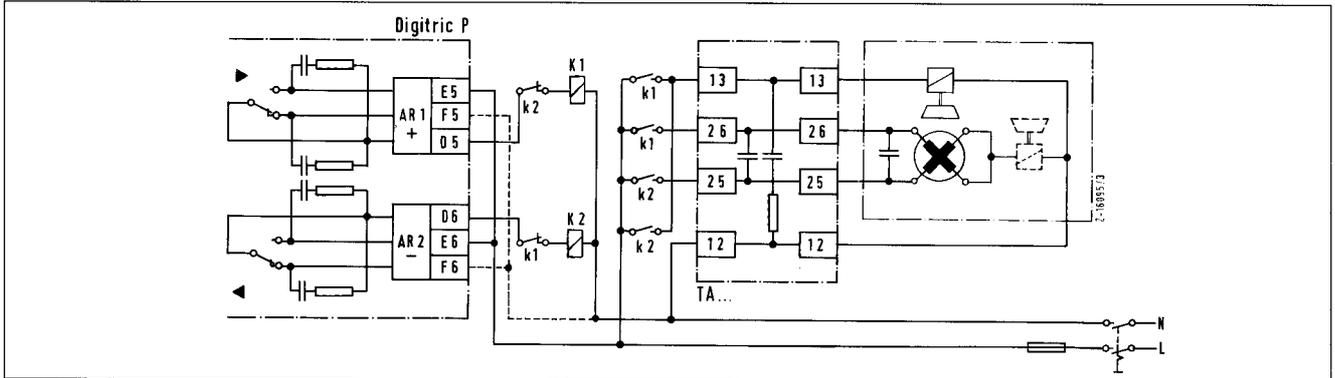

Bild A4 Schrittregler mit Relaisausgang
3) Ist eine indirekte Motoransteuerung vorgesehen, so sind die Anschlüsse entsprechend dem Bild A4, Seite 33, zu verwenden.